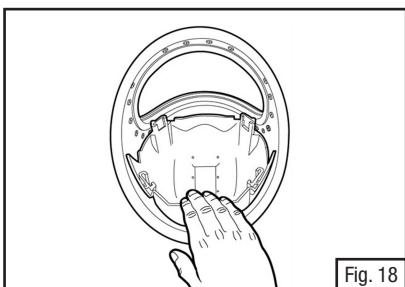

Fig. 18
1. Coloque el frente del armazón interior en la careta y posicionearlo correctamente (Fig. 18).